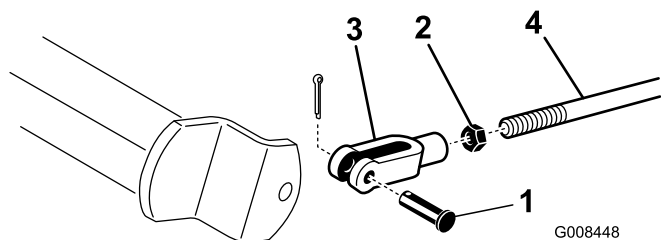

図 47
2. ブレーキが片効きであれば、コッターピンとクレビスピンを外して、ブレーキロッドを外す（図 47）。
3. ジャムナットをゆるめ、クレビスを調整する（図 47）。
4. クレビスをシャフトに取り付ける（図 47）。